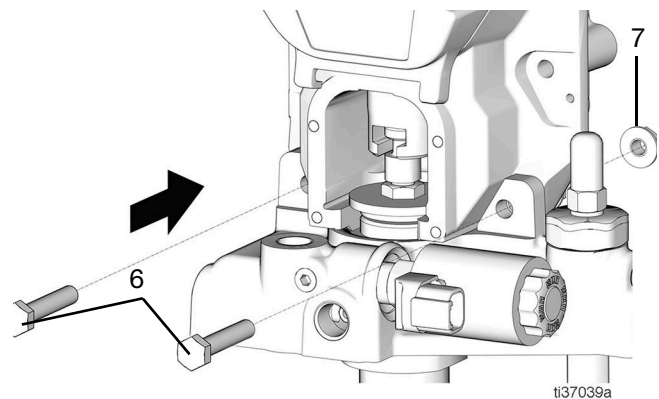

Рис. 68
28. Поместите два болта (6) в блок насоса, чтобы вернуть головку редуктора и блок насоса на место, и слегка затяните две гайки (7) (Рис. 68).